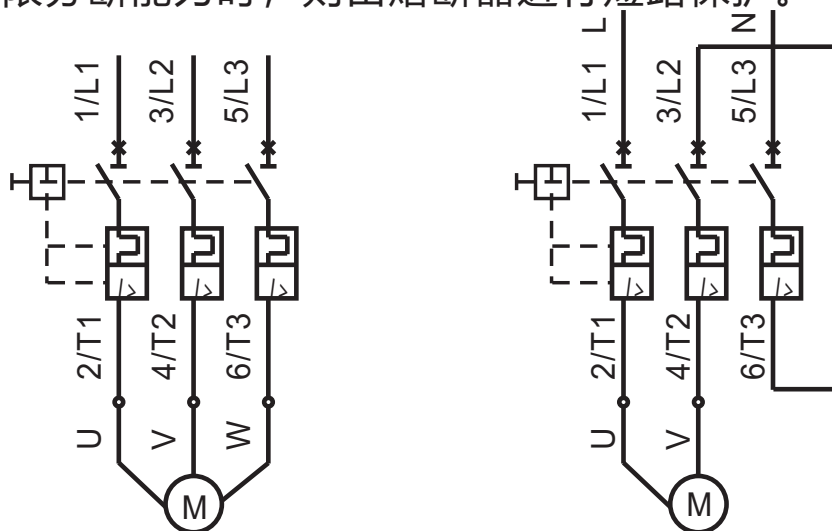

图5 保护断路器工作原理图 图6 单相或直流电动机应用接线图
8.3.2 对于保护不同功能的电动机，其接线方法亦有所不同，其工作原理见图5；单相或直流电动机应用接线图见图6。